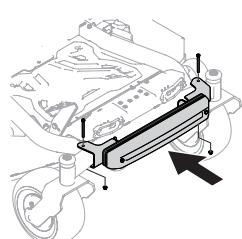

Figure 31
- Centrez visuellement la barre de pesée sur le tracteur et utilisez deux vis à tête hexagonale de 7/16 po(710-3056) et deux écrous (712-04063) pour fixer l'ensemble de contrepoids au tracteur, comme illustré à la Consultez la Figure 31.